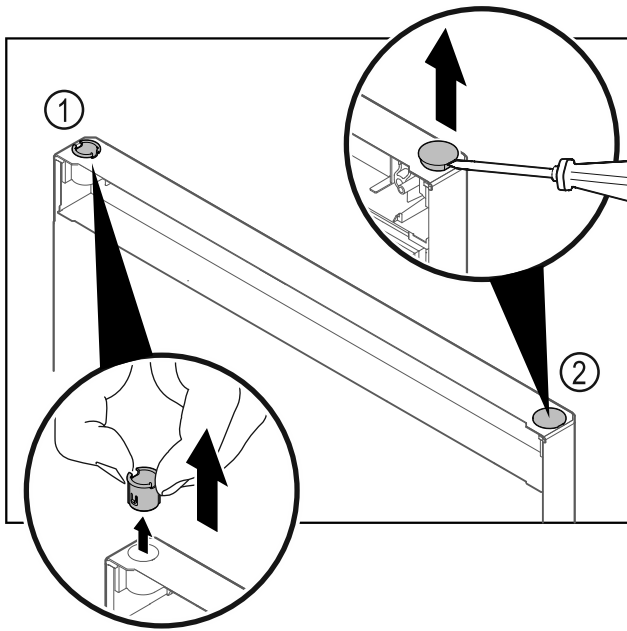

Fig. 24
- ▶ Vedä saranaholkki Fig. 24 (1) sormin pois.
- ▶ Kohota suojanastaa Fig. 24 (2) varovasti talttaruuvimeis- selillä ja vedä se pois.